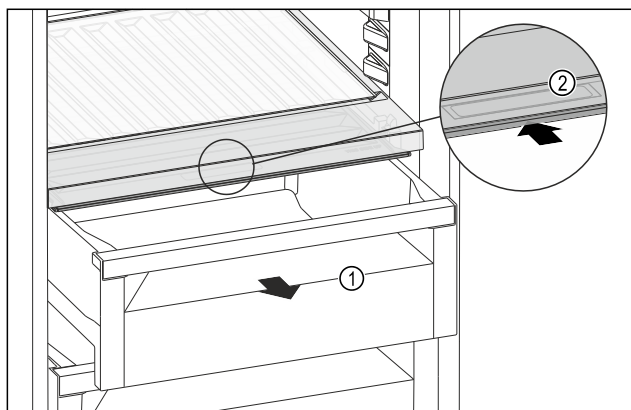

Fig. 96
- ▶ Извлеките выдвижной ящик Fig. 96 (1).
- ▶ Возьмитесь за утопленную ручку Fig. 96 (2) на крышке отделения и одновременно введите крышку отделения назад.